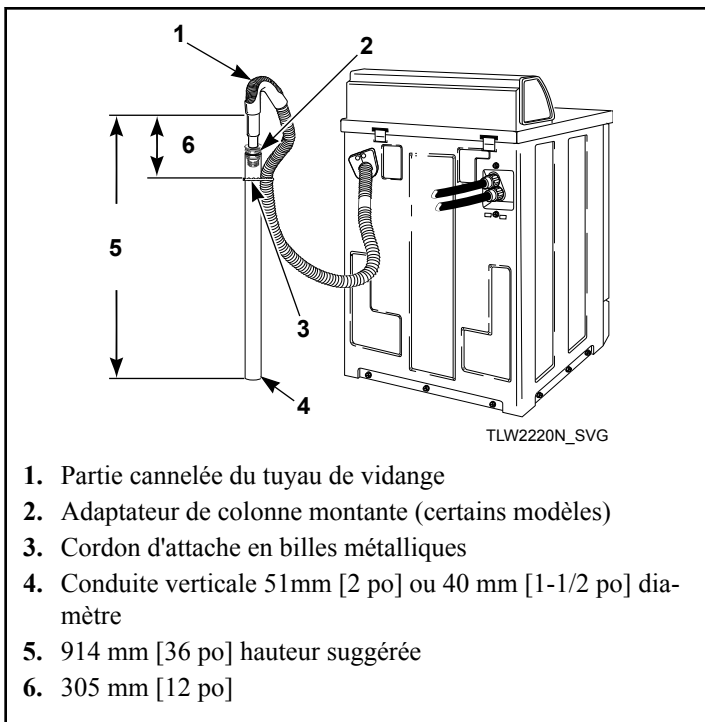

Figure 5
4. Retirer le cordon d'attache en billes métalliques du sac d'accessoires et le placer autour de la conduite verticale et du tuyau de vidange à approximativement 300 mm [12 pouces] du haut de la conduite. Se reporter à la Figure 5 .